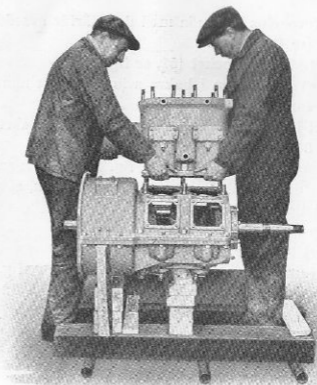

Fig. 39.
14. Lyft bort cylinderblocket (fig. 39).